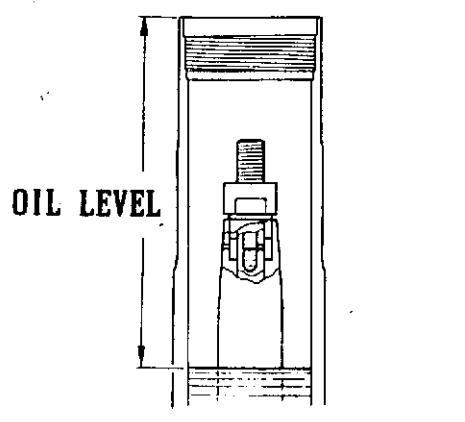

Fig. 9
- 17) Misurare il livello dell'olio (Fig. 9).
- 17) Measure the fork oil level (Fig. 9).